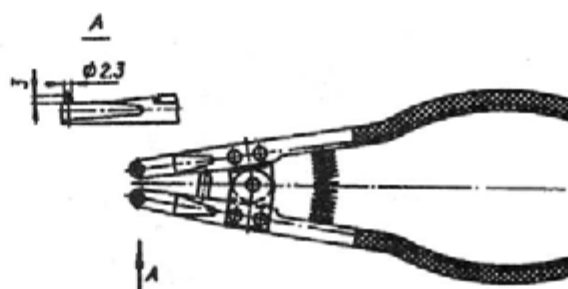
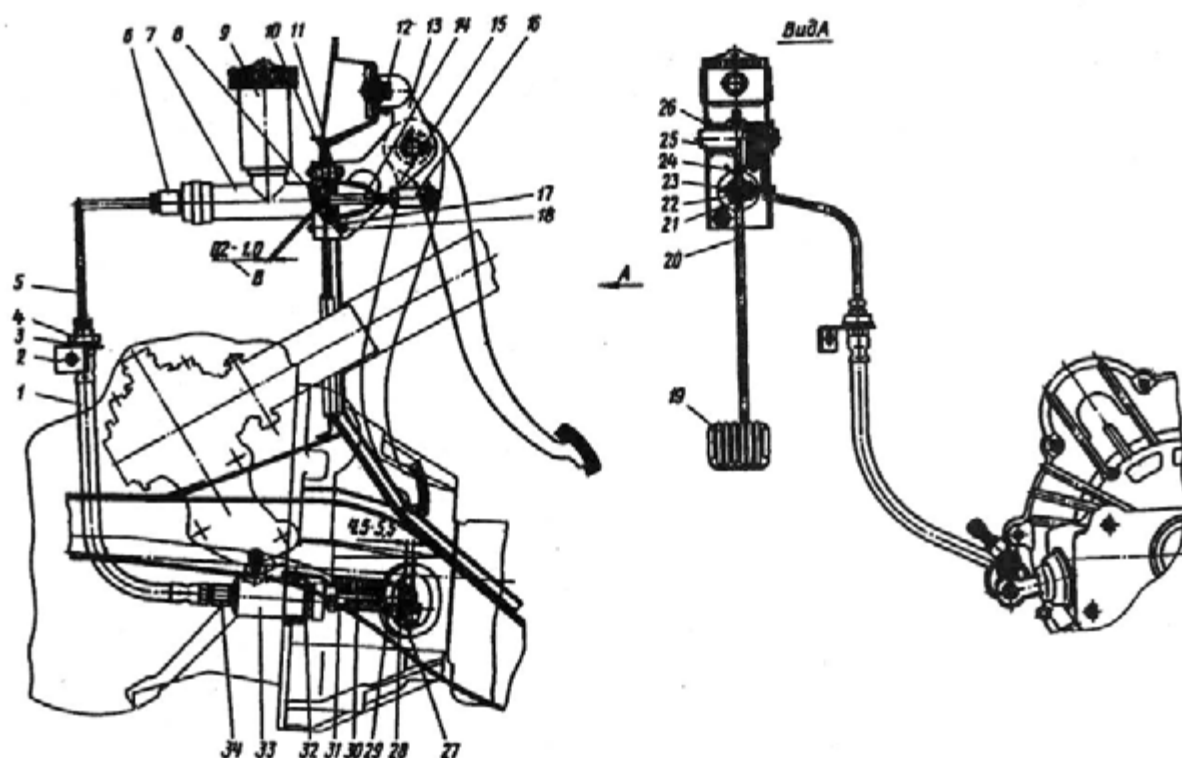

Рис. 75. Круглогубцы для снятия и установки стопорного кольца крепления рабочего цилиндра в картере сцепления
Рис. 76. Привод выключения сцепления:
3. Снимите при помощи круглогубцев (рис. 75) стопорное кольцо 32 (рис. 76), после чего, выдвинув цилиндр вперед, выньте его из отверстия в приливе картера. Рабочий цилиндр останется висеть на гибком шланге 1 гидропривода сцепления.
- отсоедините от переходника 6 главного цилиндра (см. рис. 76) и гибкого шланга 1 трубку 5 привода выключения сцепления. Отсоедините гибкий шланг* от кронштейна 2 крепления шланга, отвернув гайку 4. Отверните гибкий шланг от переходника 34 рабочего цилиндра. Заглушите заглушками отверстия в переходниках главного и рабочего цилиндров;
- расшплинтуйте палец 23 (см. рис. 76), соединяющий педаль с толкателем главного цилиндра, а затем снимите шайбу 21 и палец 23;